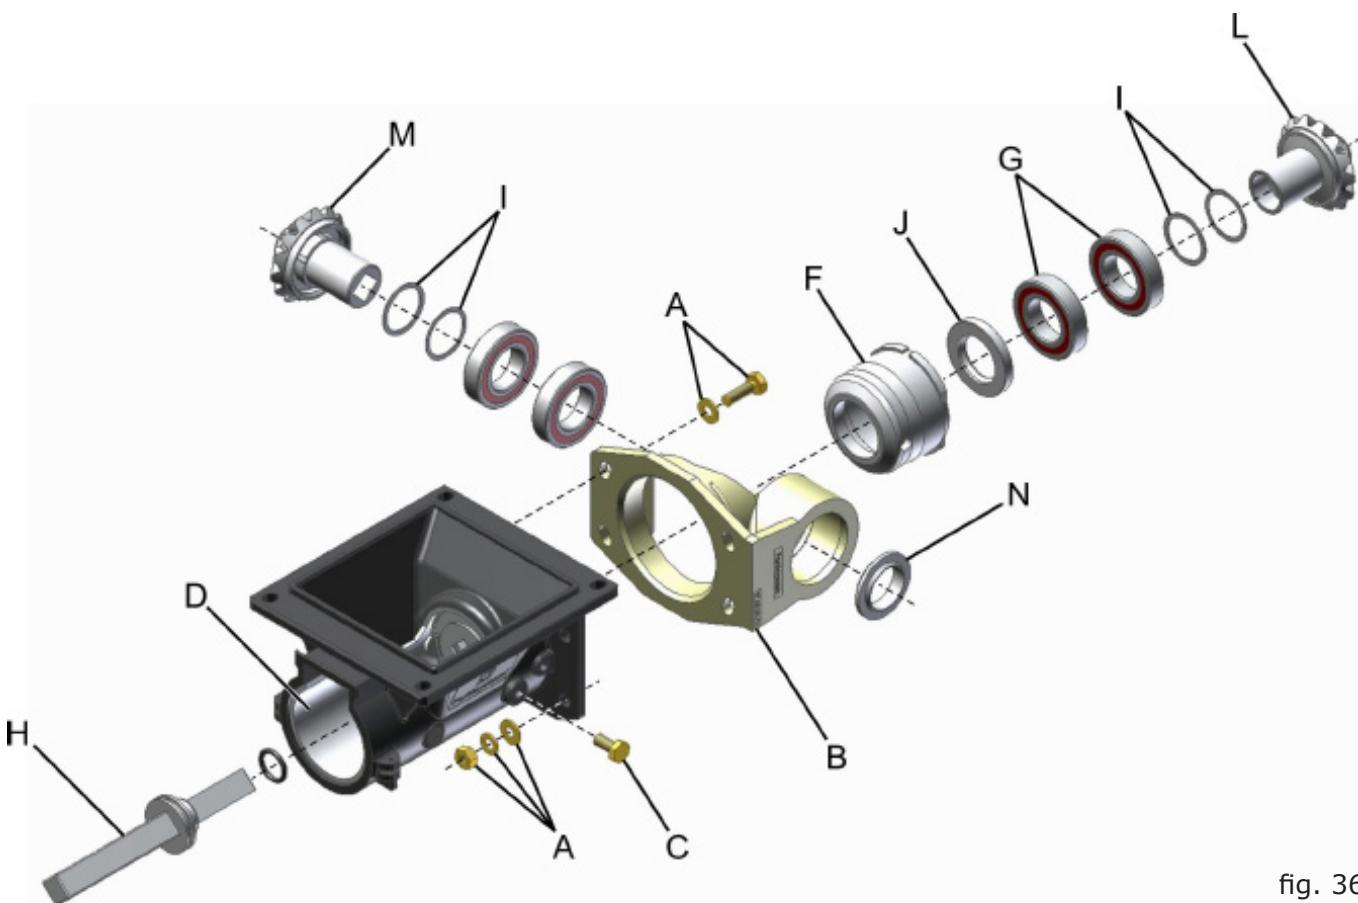

fig. 36
- 2-** Retire os quatro parafusos e porcas (A) (fig. 36) de fixação do mancal suporte dos pinhões de transmissão (B);
- 3-** Afrouxe e retire os parafusos (C) de fixação do revestimento (D), retirando-o do conjunto;
- 4-** Retire a bucha mancalizadora (F) e os rolamentos (G). Retire o eixo acionador (H) e remova a bucha mancalizadora dos rolamentos e o retentor (J) fazendo as limpezas ou substituições necessárias;
- 5-** Retire o anel de proteção (N).
Observe atentamente que deverão ser montadas as arruelas de ajuste (I) (fig. 36), as quais proporcionarão um espaço maior ou menor para o ajuste dos pinhões (L e M). Se houver necessidade de substituição dos pinhões, deverá ser feito do conjunto: pinhão acionador-motriz (L) e do pinhão movido (M).